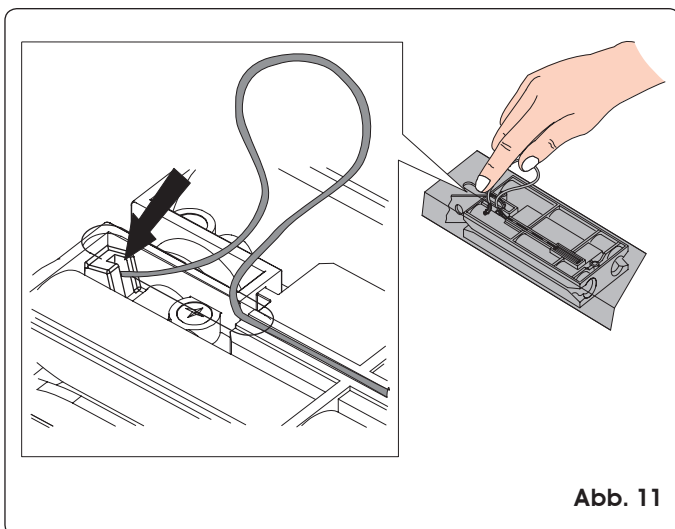

Abb. 11
- 3) Den Schlitten so weit in Richtung Zugkupplung zurückfahren, bis die Durchgangsbohrung auf dem Schlitten mit dem Langloch übereinstimmt und dann den von der Ummantelung befreiten Draht einführen (Abb. 11).